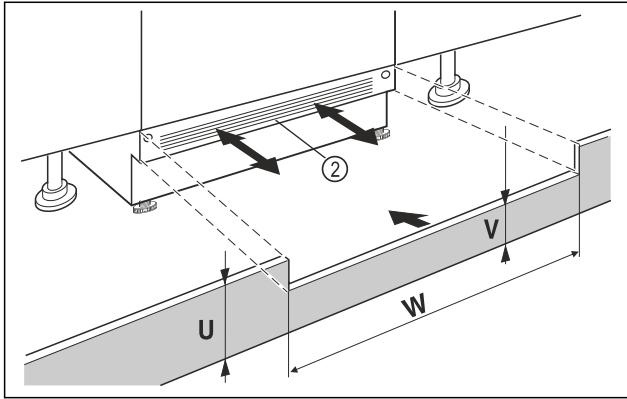

Fig. 71 Beispielhafte Darstellung
- Gerätesockelblende Fig. 71 (2) aufsetzen aber noch nicht fixieren.
- Bei sichtbarer Sockelblende Fig. 71 (2), diese so weit nach vorn ziehen, dass Vorderkante Lüftungsgitter und Möbelsockelblende eine Ebene bilden.
- Bei verdeckter Sockelblende Fig. 71 (2), diese ganz nach hinten schieben.
- Auf komplett freie Lüftungsschlitze achten: Bei Bedarf Höhe der Möbelsockelblende Fig. 71 (U) zuschneiden!
- Entlang der Nischenbreite Fig. 71 (W) die Steghöhe Fig. 71 (V) unter der Gerätesockelblende Fig. 71 (2) einpassen.